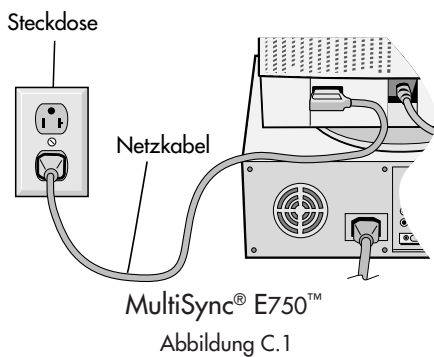
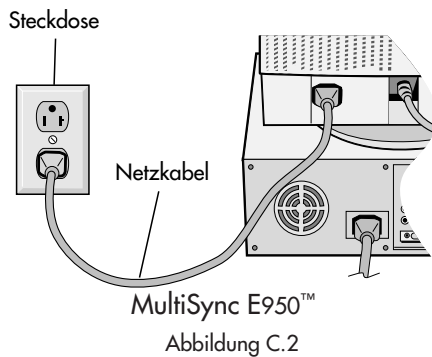

Abbildung C.1
Abbildung C.2
5. Schließen Sie ein Ende des Netzkabels an den MultiSync Monitor der Serie E an und stecken Sie das andere Ende in die Steckdose (**Beim MultiSync E750: Abbildung C.1 und Beim MultiSync E950: Abbildung C.2**).